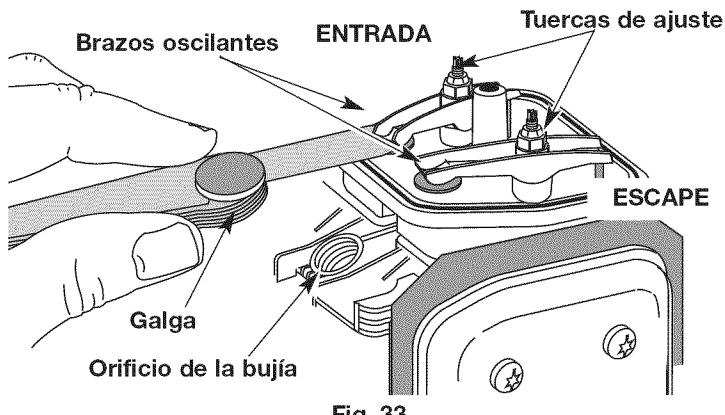

Fig. 33
- El pistón se encuentre en la parte superior de su recorrido. Mire el agujero de la bujía para ver el pistón (Fig. 33).
7. Deslice el calibrador de hoja entre el balancín y la parte superior de cada uno de los vástagos de las válvulas. Mida el huelgo entre el vástago de la válvula y el brazo oscilante (Fig. 33). Realice esto en las válvulas de entrada y de escape.
El huelgo recomendado para las válvulas de entrada y de escape es 0,076 – 0,152 mm (0,003 – 0,006 pulgadas). Use un calibrador regular de automóvil de 0,127 mm (0,005 pulgadas). El calibrador debe deslizarse entre el balancín y el vástago de la válvula con una ligera cantidad de resistencia, sin doblarse (Fig. 33 y 34).
- a. Gire la tuerca de ajuste con una llave de 8 mm (5/16 pulgadas) o una guía de tuercas (Fig. 33).